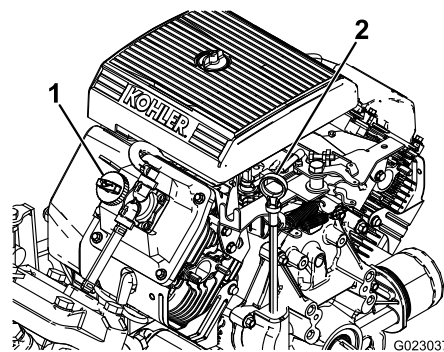

Bild 27
2. Nehmen Sie den Peilstab heraus und wischen Sie ihn mit einem sauberen Lappen ab (Bild 27). Stecken Sie den Peilstab in das Rohr und stellen Sie sicher, dass er vollständig eingeführt ist. Nehmen Sie den Peilstab heraus und prüfen Sie den Ölstand.
3. Wenn der Ölstand niedrig ist, nehmen Sie den Deckel des Einfüllstutzens von der Ventilabdeckung ab (Bild 27) und füllen Sie Öl auf, bis der Ölstand die Vollmarke am Peilstab erreicht. Gießen Sie Öl langsam ein und prüfen Sie den Ölstand häufig während des Füllens. Nicht überfüllen.